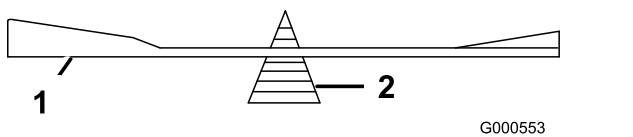

Figure 101
2. Vérifiez l'équilibre de la lame en la plaçant sur un équilibreur (Figure 101).